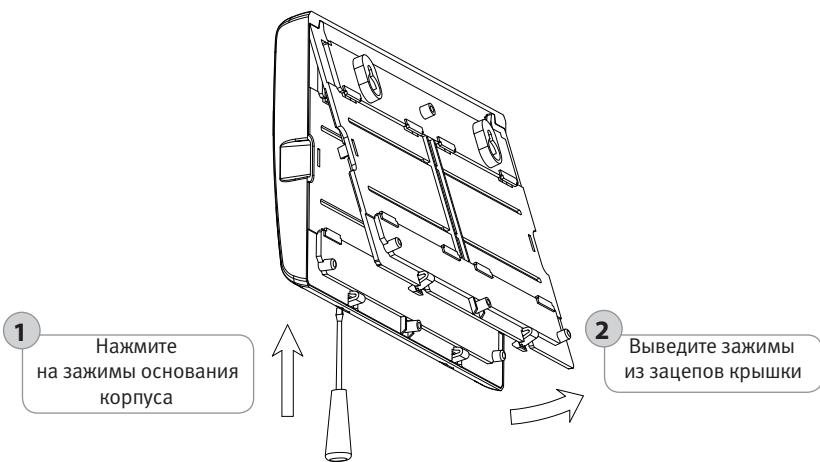

Рисунок 15. Снятие крышки прибора «Сигнал-20М»
1.3. Снимите крышку прибора в порядке, указанном на рис.15 – 17.